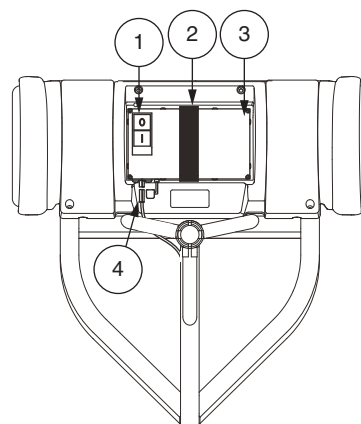

Figure 12. Boîtier de batterie
- Appuyez sur le bouton d'alimentation de la batterie pour allumer votre scooter. Le bouton d'alimentation sert également de disjoncteur principal. **Voir la figure 12.**
Votre scooter est équipé d'un système novateur facile à enlever batterie Lithium-Ion. Voir III. "Piles and Charge" pour les instructions de remplacement de la batterie. Voir la figure 12 et 13.
Le bouton d'alimentation sert également de disjoncteur principal. Quand la tension dans les batteries de votre scooter devient faible ou la le scooter est fortement sollicité en raison de charges excessives ou pentes raides, le disjoncteur principal peut déclencher pour protéger le moteur et les composants électroniques ne sont pas endommagés. Voir la figure 12.